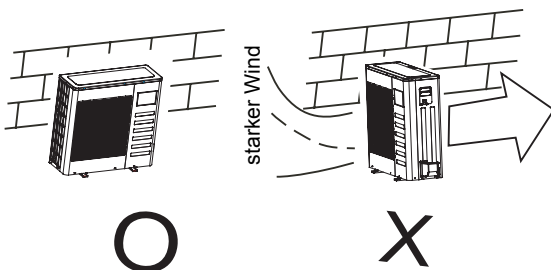

Abb. 6-1
- An windigen Aufstellungsorten (z. B. Meeresküste) das Gerät entlang einer Mauer aufstellen oder eine Staubschutzeinrichtung installieren, um die Funktionsfähigkeit des Gerätes sicherzustellen. (Siehe Abb. 6-1.)